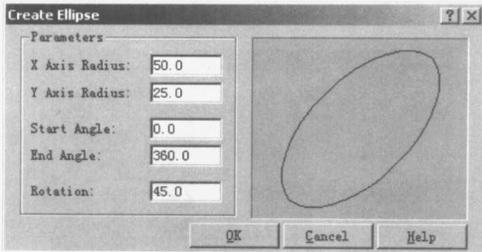

图 1-11
(10) 椭圆功能的改进, 增加了对话框, 选择 Ellipse (椭圆) 选项, 打开 Create Ellipse (创建椭圆) 对话框, 如图 1-11 所示, 可改变对话框参数, 得到不同椭圆和椭圆弧。